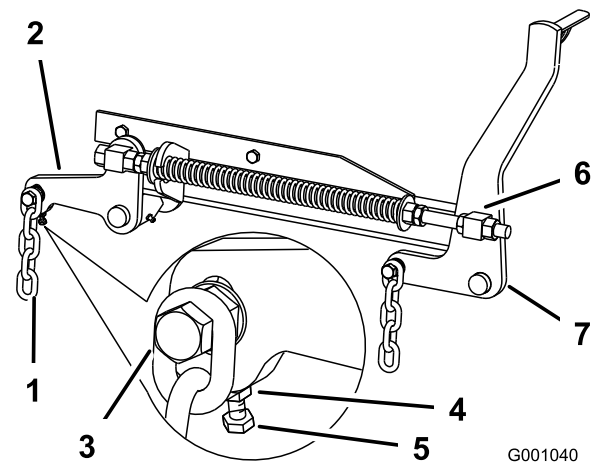

Figura 93
7. Si las medidas realizadas en las posiciones **B** o **C** no son correctas, afloje el perno que fija la cadena trasera al brazo de soporte trasero (Figura 93).
8. Afloje la contratuerca situada debajo del brazo de soporte trasero y ajuste el perno de ajuste hasta obtener una medida de 80 a 83 mm ($3\frac{1}{8}$ " a $3\frac{1}{4}$ "); consulte Figura 93.
7. Afloje las contratuercas del pivote delantero, en la parte delantera de los pivotes derecho e izquierdo, unos 13 mm ($\frac{1}{2}$ ") (Figura 93).
8. Ajuste las tuercas de elevación en el lado izquierdo y derecho de la máquina hasta obtener una distancia de 6 a 10 mm ($\frac{1}{4}$ " a $\frac{3}{8}$ ") menos en la parte delantera en **A** que en la parte trasera, en **B** (Figura 93).